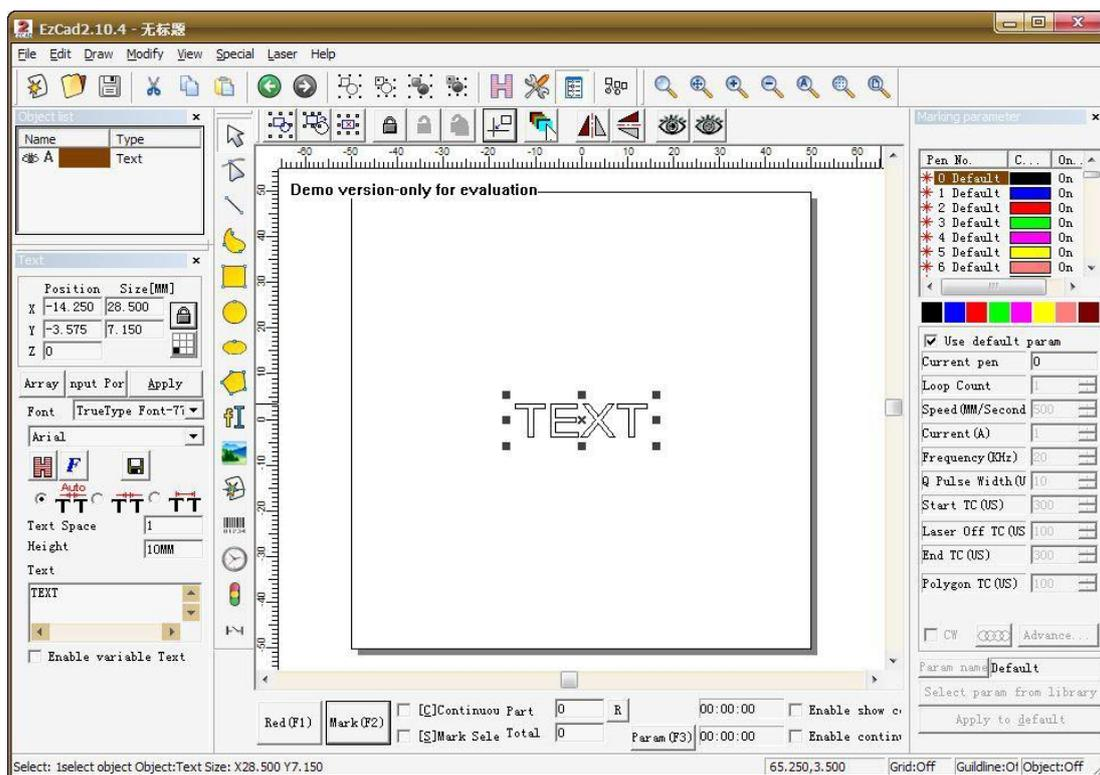

Abbildung 1-2 EzCad2 Hauptfenster
- **Hauptschnittstelle (Abbildung 1-2)**